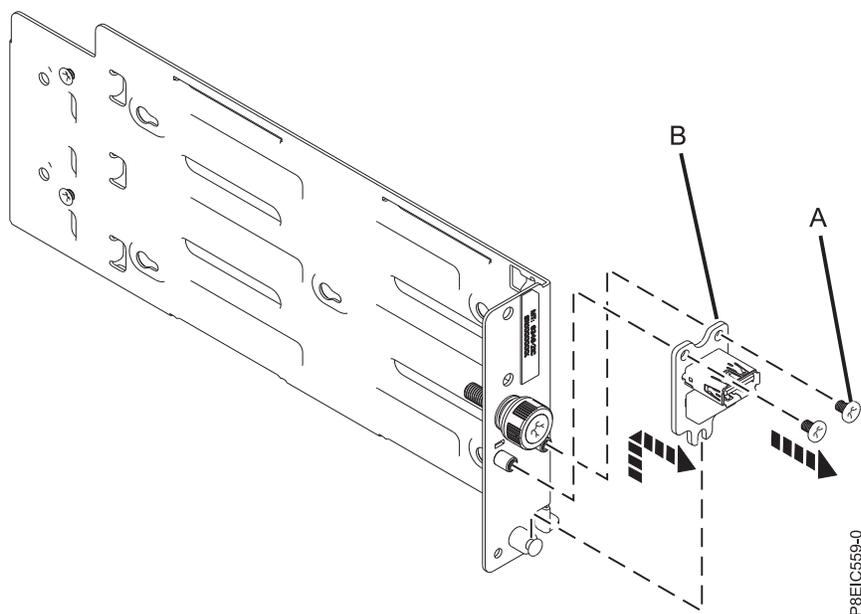

Figure 109. Retrait de la carte USB
9. Retirez les deux vis (A) de la carte USB (B), puis soulevez l'ensemble carte et câble USB pour l'enlever du support, comme illustré dans la figure 109, à la page 101.